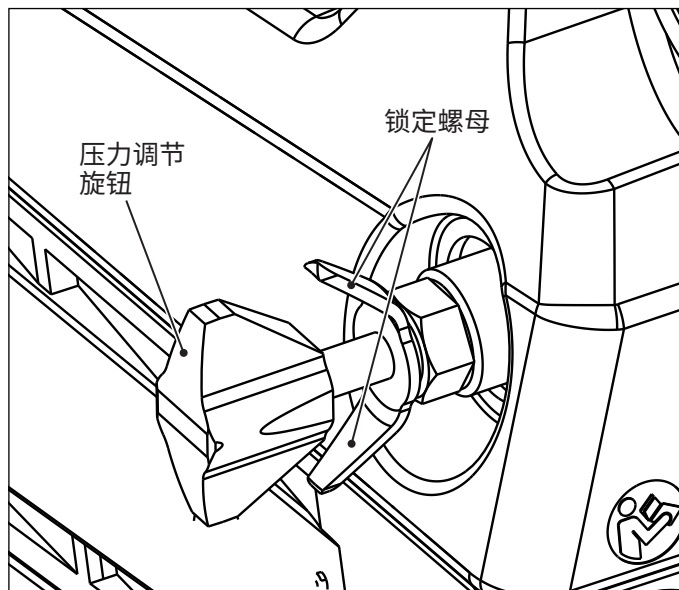

图 9: 溢流阀压力调整(扭矩调整)
1. 为避免在连接液压管路的过程中液压泵意外启动, 请确保液压泵电源开关处于 OFF (O) 位置。或将电池从液压泵中拆下(如已安装)。
2. 观察泵的液压压力表。如果指示存在压力, 拧松溢流阀的锁定螺母, 并逆时针转动压力调整旋钮, 直至消除压力, 压力表指示零 (0) psi/bar。参见图 9。
液压泵配有一个用户可调的溢流阀,用于将液压泵设置为与用户目标扭矩相对应的压力值。请见 图 9。
注意 如果电池电量已耗尽,或如果卸压功能无法工作,则应逆时针转动泵的溢流旋钮,释放残余压力。参见图 9。